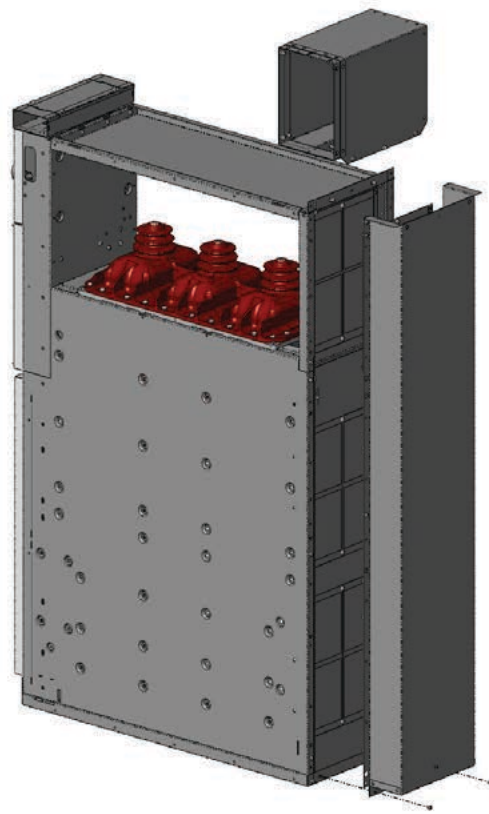

Figura 75. Ulteriores tornillos para la placa inferior
c) Enroscar otros 3 tornillos (Torx M6x12) en la placa inferior como se ve en la figura 75.